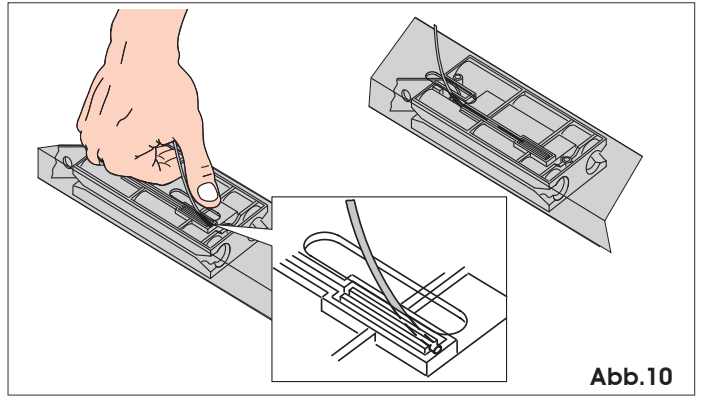

Abb.10
- 2) Das Ende des Drahts in die entsprechende rote Aufnahme einziehen (Abb. 10).